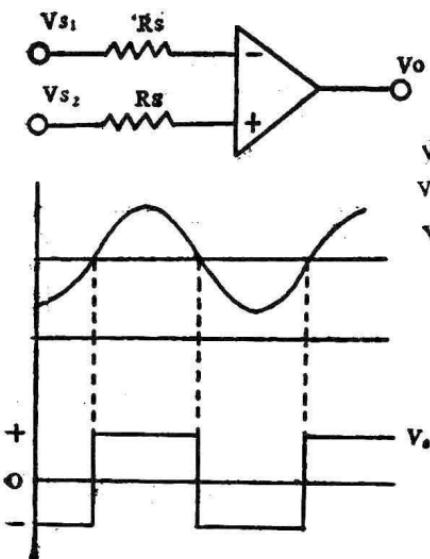

图6 电压比较器
4. 电压比较器 (图6)：本机应用的电压比较器是一个简单的单门限比较器，它主要是用来鉴别输入信号电平的相对大小，它的输出仅有两个电位，不是高电压就是低电位，这种高、低电位的获得完全取决于同相端和反相端电位的相对大小。如图6所示同相输入端加进一个正弦波电压信号，而反相端输入端加进一个直流电压信号，那么输出端输出一个高、低电压交错的电压信号。就是图6中的矩形波电压信号。